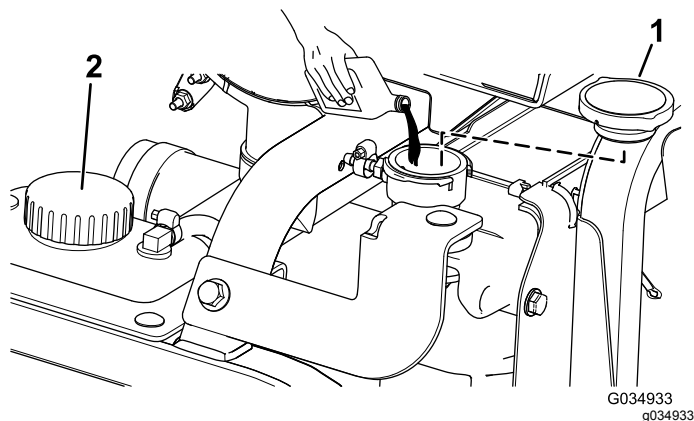

図 122
5. ラジエーターの補給口のリップ部まで冷却液を入れる 図 122。